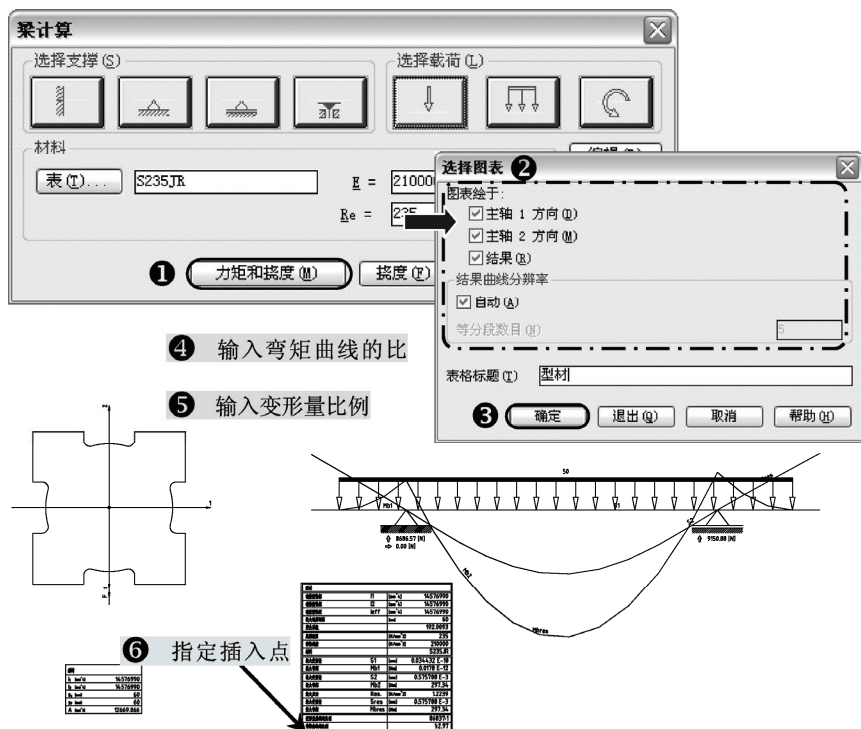

图 13-8 力矩和挠度设置
6) 在“梁计算”对话框中,单击选择“力矩和挠度”按钮,弹出“选择图表”对话框,在该对话框中设置好相关参数后,单击“确定”按钮,提示输入“弯矩曲线的比例”,提示输入“变形量比例”,显示梁计算值得表格,指定其插入点位置,挠度线绘制完成,如图 13-8 所示。